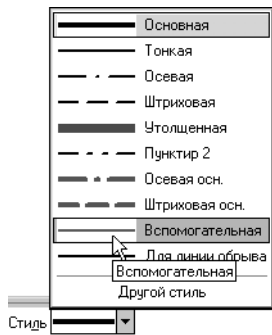

Рис. 19.5.
1.2. Из раскрывающегося списка **Стиль** на Панели свойств выберите в качестве текущего стиль линии **Вспомогательная** (рис. 19.5).